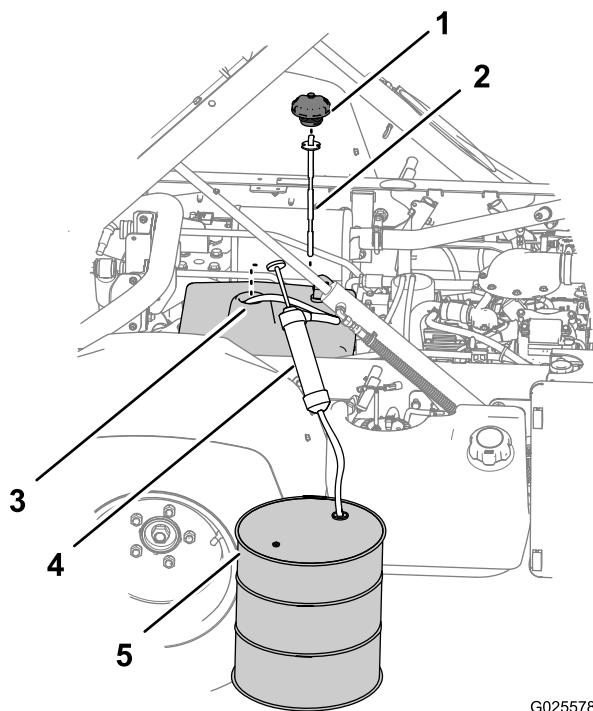

Figura 91
3. Rimuovete il tappo e l'asta di livello dal bocchettone di riempimento del serbatoio (Figura 91).
4. Inserite il flessibile di ingresso dell'attrezzatura per il pompaggio attraverso il bocchettone di riempimento del serbatoio idraulico e verso il fondo dello stesso (Figura 91).
5. Orientate il flessibile di scarico dell'attrezzatura di pompaggio in un contenitore di raccolta (Figura 91) con capacità di 11,4 l — Modello non TC o capacità di 18,9 l — Modello non TC con kit apparati idraulici ad alto flusso (optional) o modello TC.
7. Rimuovete l'attrezzatura per il pompaggio dal serbatoio (Figura 91).
8. Aggiungete 7,5 l — Modello non TC o 15,1 l — Modello non TC con kit apparati idraulici ad alto flusso (optional) o modello TC del fluido idraulico specificato nel serbatoio idraulico (Figura 91).
9. Montate l'asta di livello e il tappo sul bocchettone di riempimento del serbatoio idraulico (Figura 91).